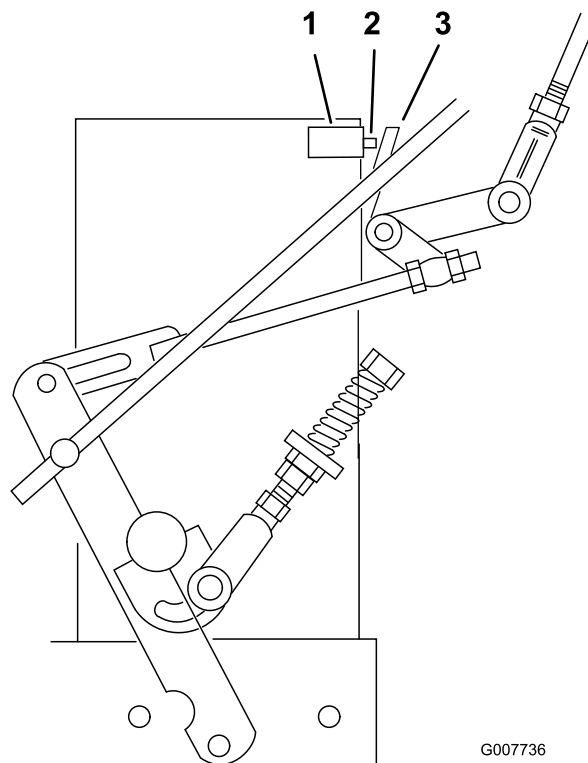

Figure 30
7. Le contacteur de sécurité doit être enfoncé et un espace de 8 mm doit exister entre la languette d'actionnement et le contacteur (Figure 30).
8. Au besoin, ajustez la position du contacteur pour obtenir un espace de 8 mm (Figure 30).